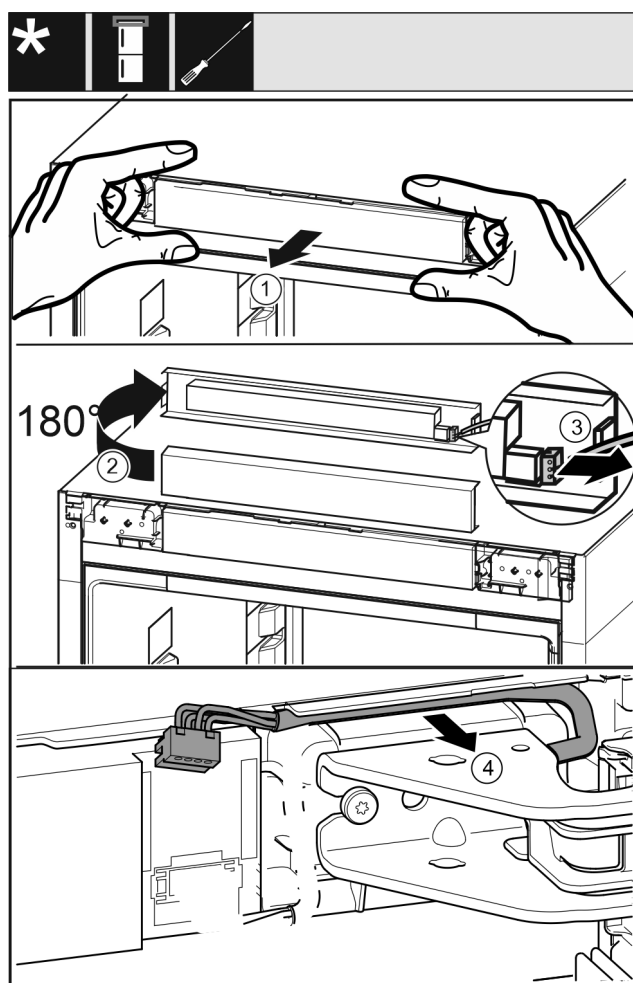

Fig. 9
- ▶ Óvatosan válassza le a készülék kezelőpaneljét előrefelé. *Fig. 9 (1)*
- ▶ Fordítsa el a kezelőpanelt felfelé 180°-kal. *Fig. 9 (2)*
- ▶ Nyomja hátrafelé a reteszelő bütyköt, és óvatosan húzza ki a dugót. *Fig. 9 (3)*
- ▶ Óvatosan vegye ki a kábelt a csapágybak felett a vezetősínből. *Fig. 9 (4)*